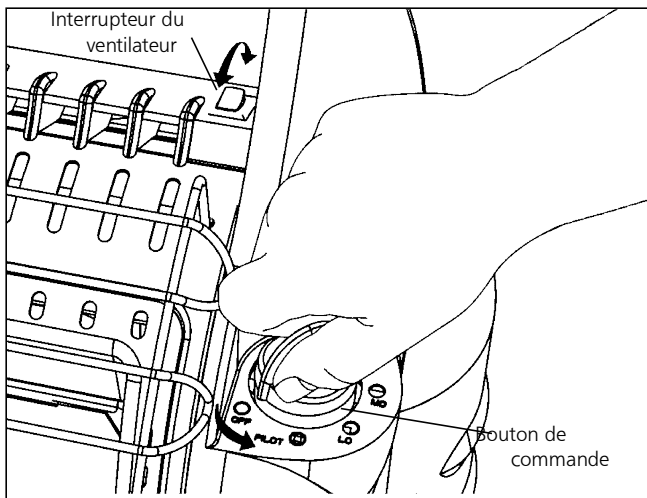

Figure 1
- Assurez-vous que le bouton de commande à quatre positions est à la position « OFF » (Arrêt); voir figure 1.
- Pour augmenter la circulation de la chaleur, activez l'interrupteur de ventilateur rouge. L'interrupteur de ventilateur est situé juste à gauche de la poignée latérale du bouton de commande. Voir Figure 1.
- Assurez-vous que le bouton de commande à cinq positions est en position « OFF » (Arrêt); voir figure 1, à gauche.